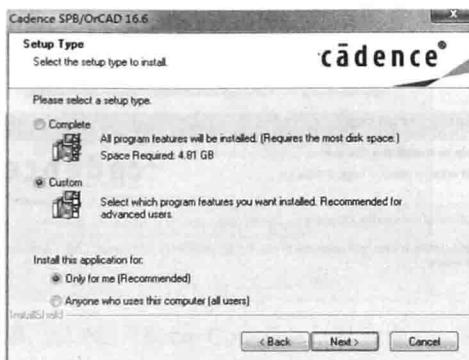
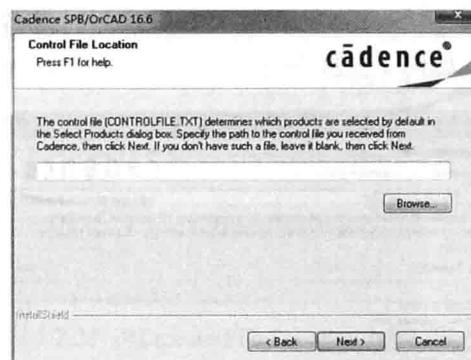

图 1.2.14 “Setup Type”对话框
图 1.2.15 “Control File Location”对话框
(8) 单击“Next”按钮，出现“Setup Type”对话框，如图 1.2.14 所示。选中“Custom”选项，单击“Next”按钮，出现“Control File Location”对话框，如图 1.2.15 所示。